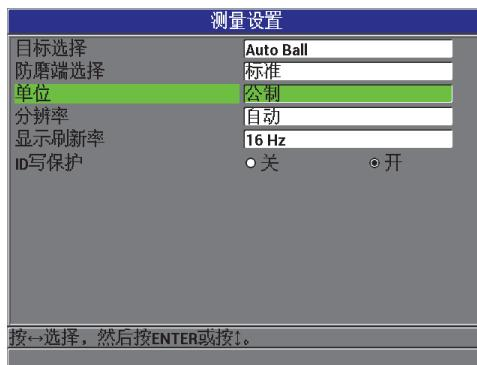

图 3-2 测量设置屏幕 — 单位
3. 在**测量设置**屏幕中 (参见第 47 页的图 3-2), 将**单位**设定为**英制**或**公制**。
3. 在**测量设置**屏幕中（参见第 47 页的图 3-2），将**显示刷新率**设置为想要的值：**4 Hz、8 Hz、16 Hz 或 20 Hz**。
3. 在**测量设置**屏幕中 (参见第 47 页的图 3-2), 将**分辨率**设置为所需的选项: